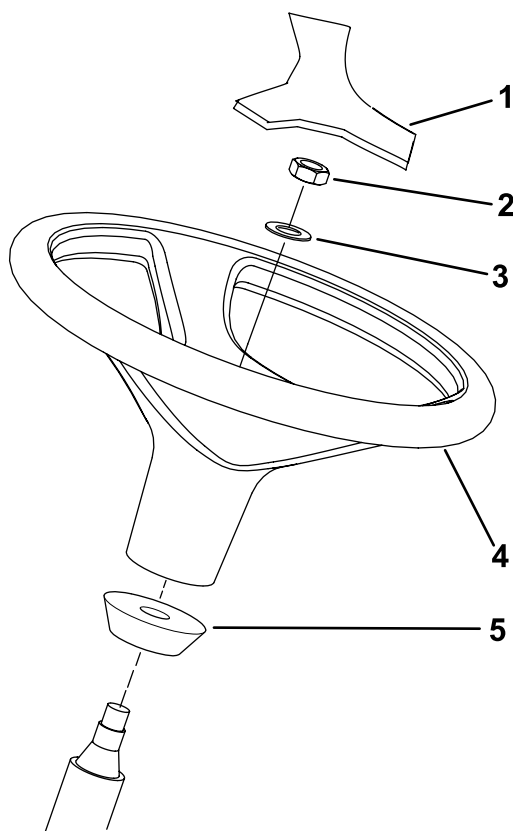

図 13
1. 出荷台からハンドルを外す。図 13
注 ステアリングシャフトについているウレタン製のカラーは外さないでください 図 13。
3. ハンドルとワッシャをステアリングシャフトにはめ込む (図 13)。
5. ハンドルにカバーを取り付ける (図 13)。